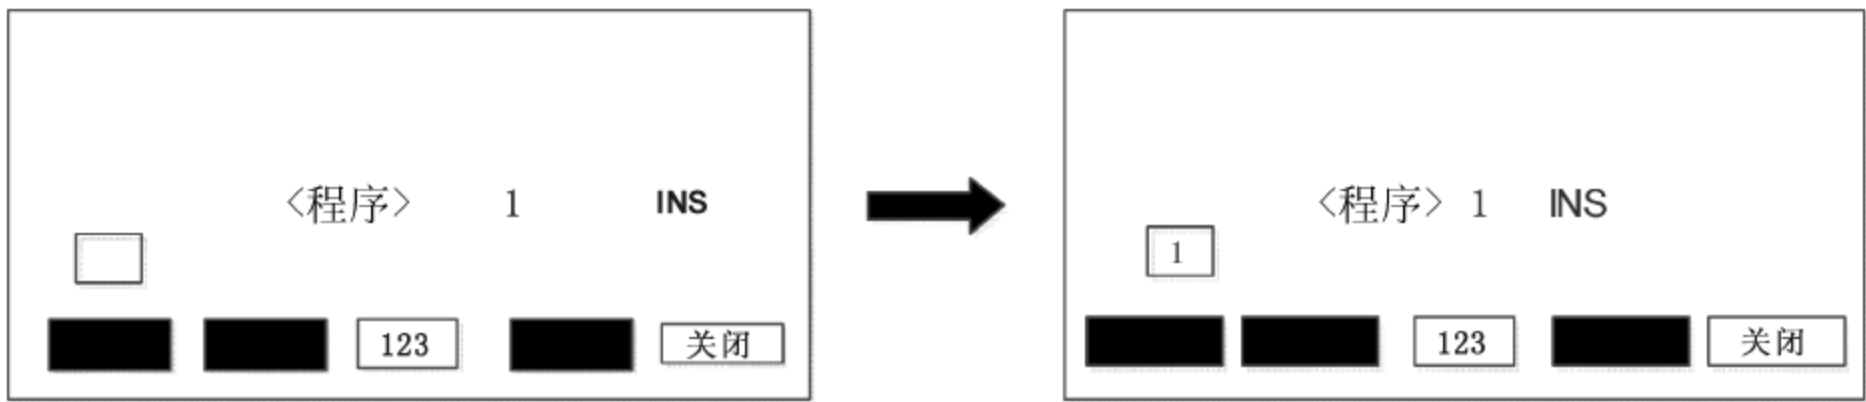

图 4-6 程序步序号输入编辑界面
② 输入“步序号”；按 CHARACTER 键,选择数字输入,输入数字“1”,进入如图 4-6 所示界面。